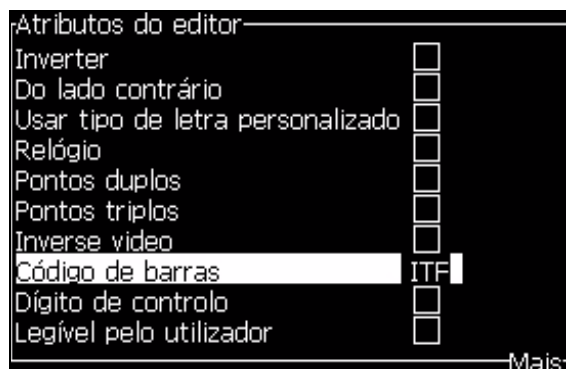

Figura 5-14: Selecionar o tipo de código de barras
- 2 Pressione a tecla *F3* ou *ALT + E* e selecione *Atributos em linha*, para abrir a tela *Atributos do Editor* (Figura 5-14).